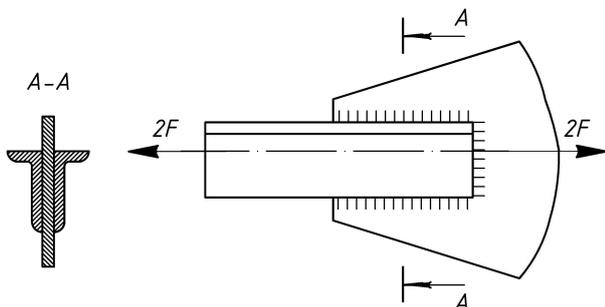

Рис. 4.1. Расчетная схема к задаче № 1
1. Рассчитать сварное соединение двух уголков с косынкой (рис. 4.1). На оба уголка действует растягивающая сила $2F$, приведенная в табл. 4.1.